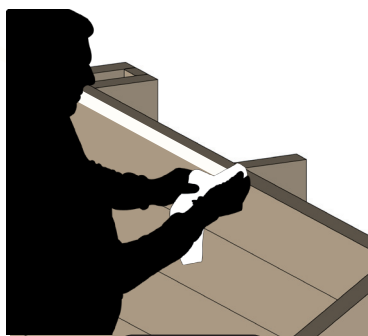

Figure 22
- Collez l'adhésif double face pan par pan, en, l'alignant au sommet des madriers supérieurs (figure 22). Si le bois est un peu humide ou poussiéreux, vous pouvez l'adoucir avec un papier de verre pour faciliter l'adhérence.